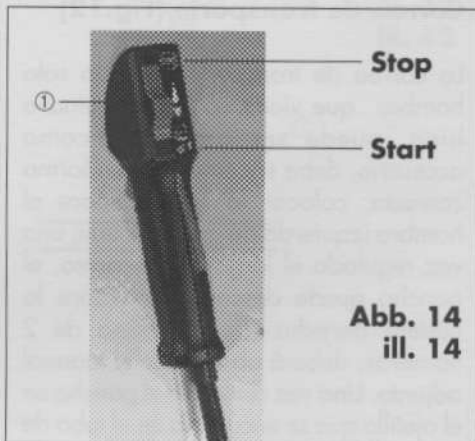

Abb. 14
1. (Abb. 14) Gashebel drücken, Schiebeschalter ① in Startposition bringen, Gashebel loslassen. Dies ist die Halbgas- bzw. Startstellung.